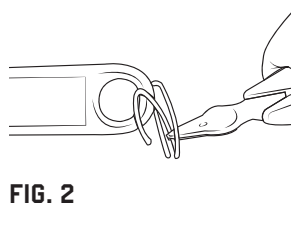

FIG. 2
2. Deslice el extremo abierto por la ubicación deseada de la herramienta y gire el aro hasta que esté completamente dentro de la herramienta. (Fig. 2)